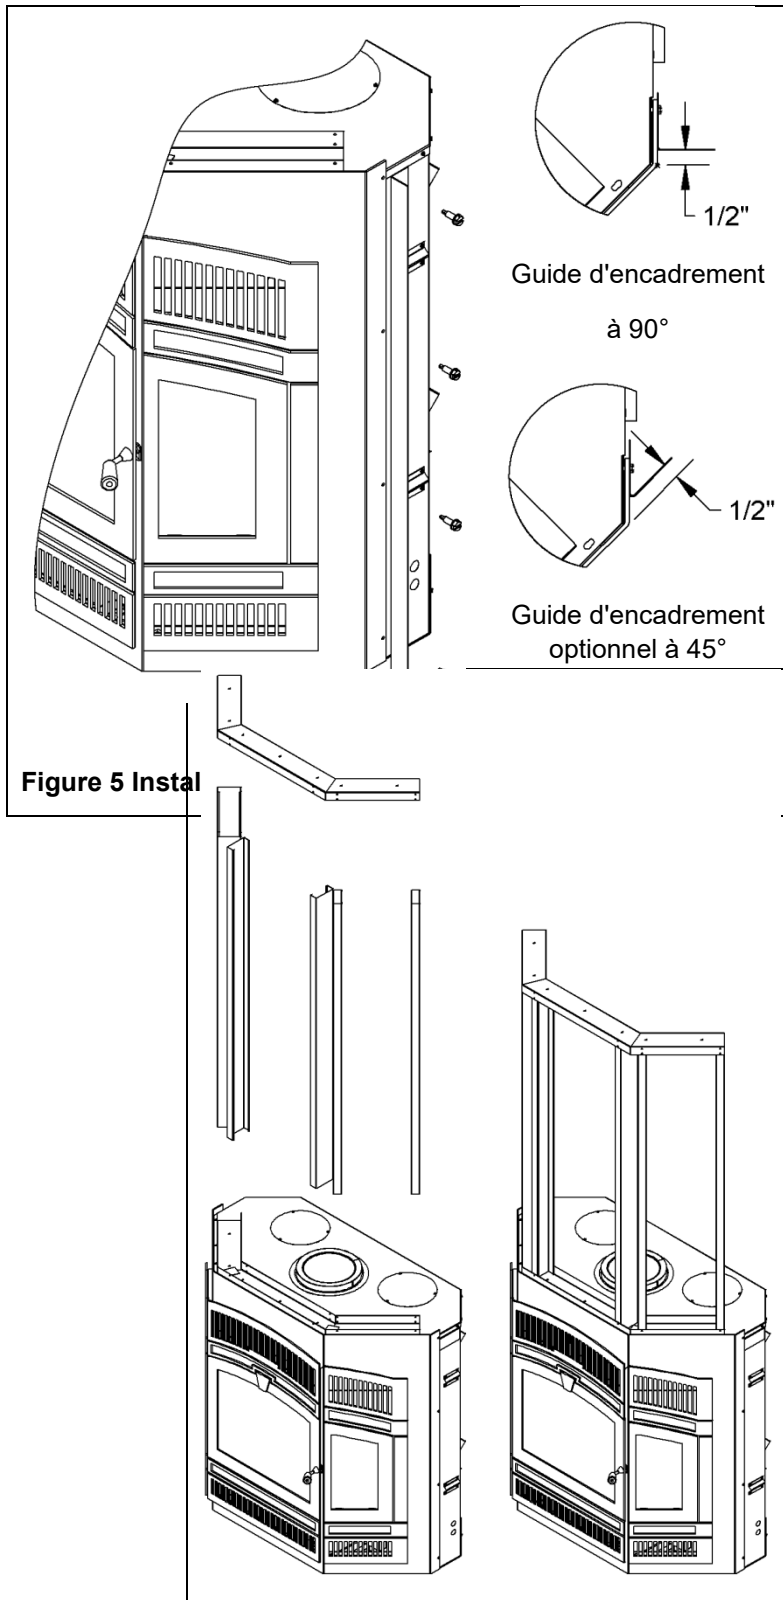

Figure 6 Ossature au-dessus du foyer
Le mur au-dessus du foyer doit être construit et recouvert avec des matériaux incombustibles pour la hauteur minimale spécifiée au Tableau 1 (L). Nous fournissons avec le foyer un support déjà installé sur le dessus du foyer, les montants en acier permettant de bâtir l'ossature jusqu'à 97" de la base du foyer ainsi que le support pour fixer les montants en acier au plafond (voir Figure 6).